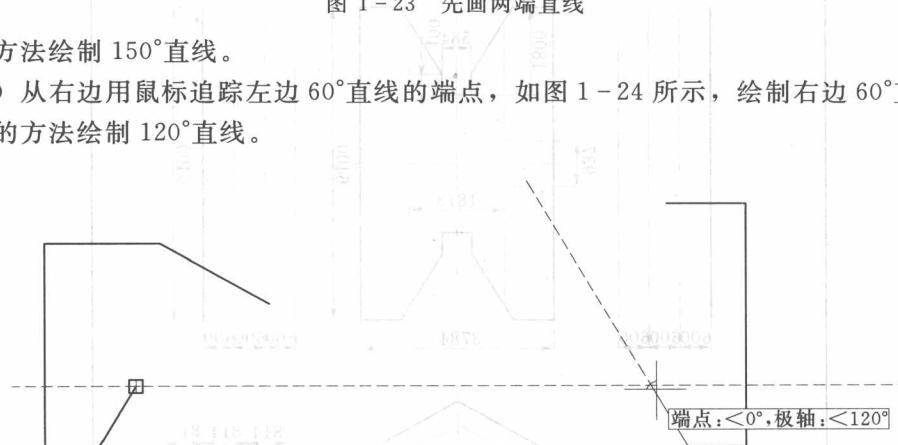

图 1-24 追踪绘制倾斜线
(3) 从右边用鼠标追踪左边 60° 直线的端点, 如图 1-24 所示, 绘制右边 60° 直线, 再用同样的方法绘制 120° 直线。